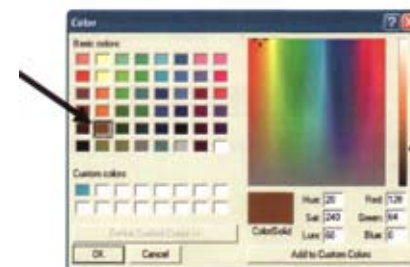

Рис. 23
- Появится диалоговое окно **Color** (цвет), которое изображено на рис. 23.